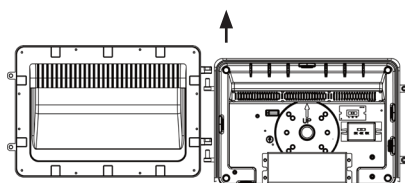

Fig. 2.2
2. Ouvrir le luminaire et retirer le couvercle avant (Fig. 2.2). Percer les trous de montage aux quatre coins du luminaire.